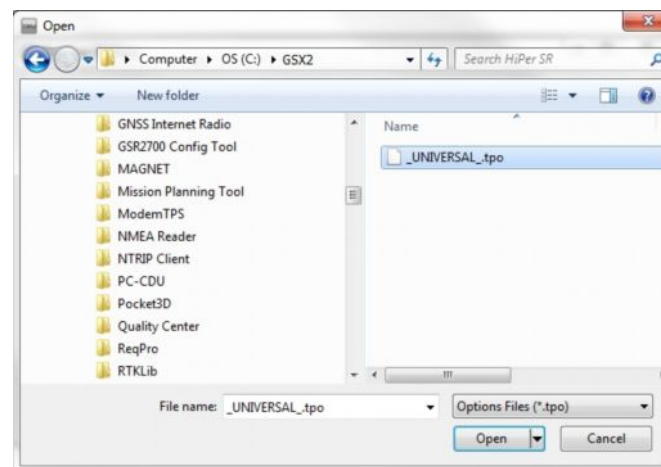

Рис. 11: Загрузка OAF
3. Перейдите к месту нахождения нового файла авторизации опций (Рис. 11).
4. Выберите необходимый файл и нажмите Открыть (Рис. 11).